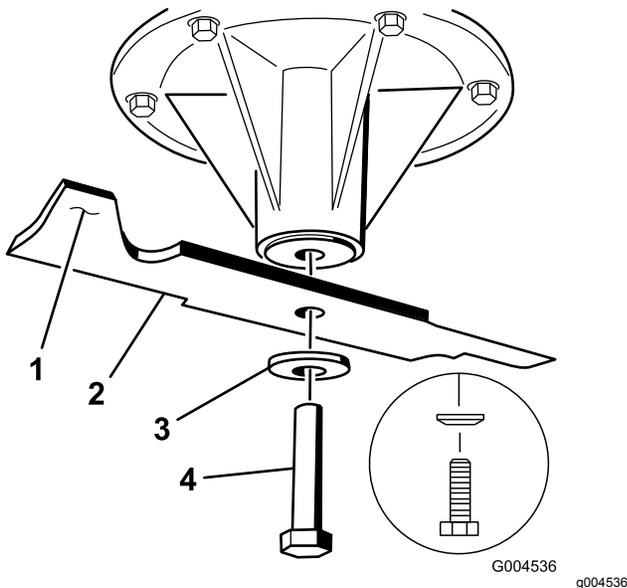

Figura 80
2. Retire del eje el perno de la cuchilla, la arandela curva y la cuchilla (Figura 80).